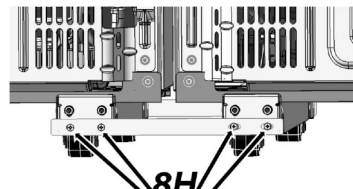

Fig. 15
16. Fije el otro soporte 9H a los niveladores traseros (Fig. 15), manteniendo aflojados los tornillos derechos.